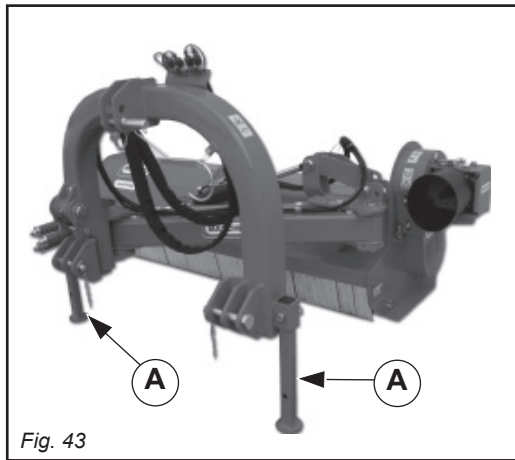

Fig. 43
- 2) Abbassare i piedini d'appoggio e renderli sicuri con perno e spinotto a scatto. (A Fig.43)